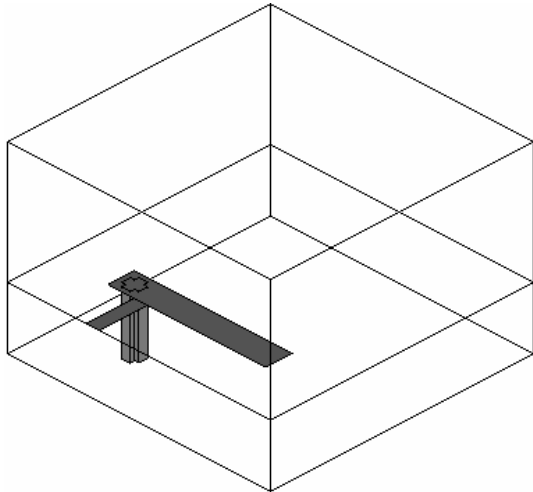

Рис. 5.16
1. Выберите в меню **View>New 3D View** или щёлкните мышкой по значку **New Schematic 3D View** на панели инструментов. На рабочем поле появится трёхмерное изображение, как показано на рис. 5.16.